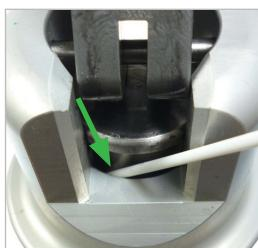

Figure 11
- ▶ Vaporisez brièvement une fois le lubrifiant avec le petit tube entre le boîtier et le piston sur l'actionnement par levier de serrage (*Figure 11*).